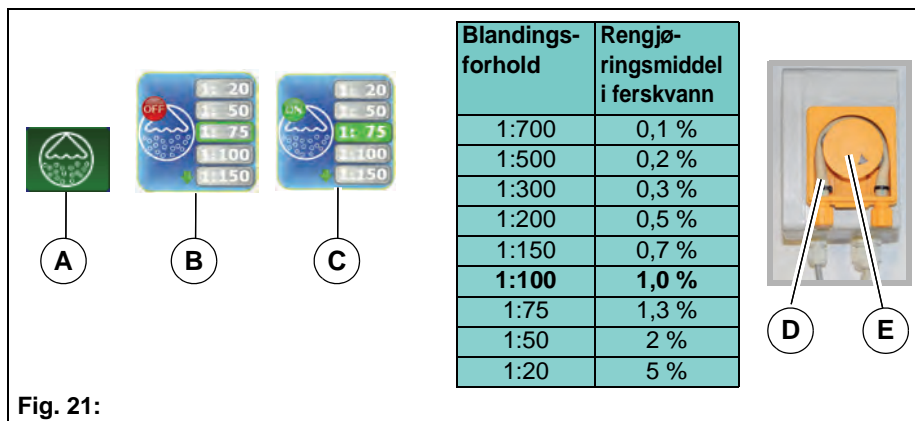

Fig. 21:
2. Med dreietrykkregulatoren velger du softkey *Doseringsystem* **Fig. 21-A** og bekrefter.
Still inn det ønskede blandingsforholdet og bekreft med dreietrykkregulatoren **Fig. 21-B**.
Innstilt blandingsforhold har grønn bakgrunn **Fig. 21-C**.
Kontroller slangestykke **Fig. 21-D** i doseringspumpen og skift det ut senest etter ett år.
Rotor **Fig. 21-E** skal skiftes ut senest etter tre år.